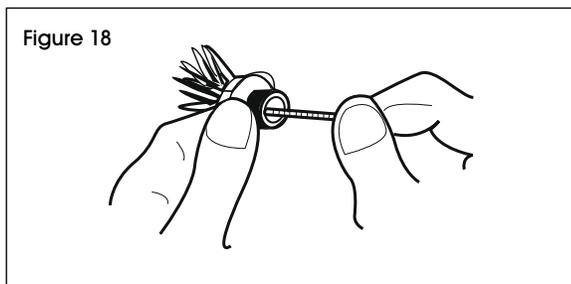

Figure 18
5. Utilisez une mèche de perceuse de 0,6 mm pour nettoyer chaque orifice. (Voir Figure 18)